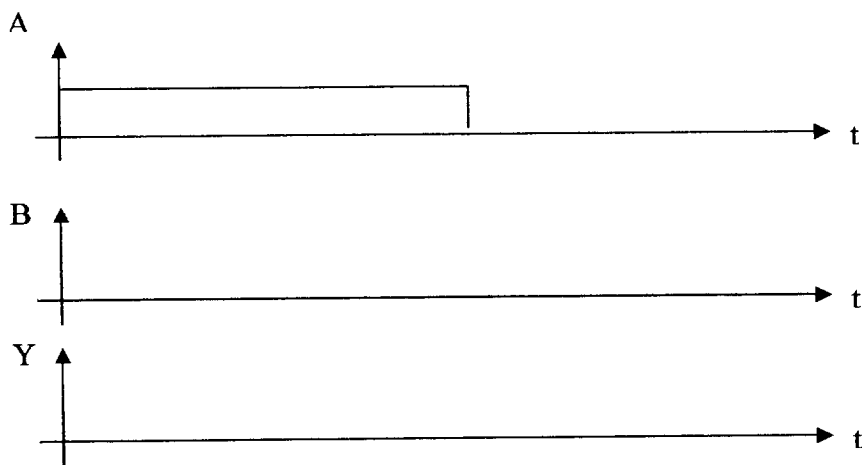

Fig. 5
A.4) Justifier votre réponse de la figure 5 :